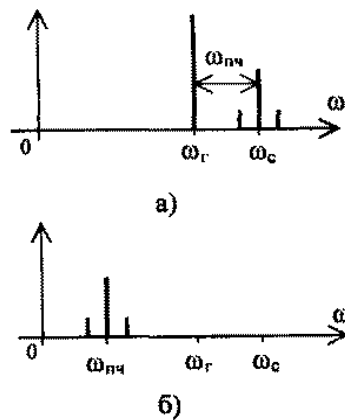

Рис.2.
**Преобразователь частоты** — это устройство, в котором осуществляется сдвиг спектра входного сигнала по частотной оси с сохранением информации, содержащейся во входном сигнале. Принцип работы преобразователя частоты поясняется спектральными диаграммами на рис. 2. Для простоты в качестве входного сигнала выбран амплитудно-модулированный сигнал. Центральная частота (несущая) входного АМ-сигнала  $\omega_c$  и частота  $\omega_r$  вспомогательного генератора, называемого *гетеродином*, показаны на рис. 2, а.